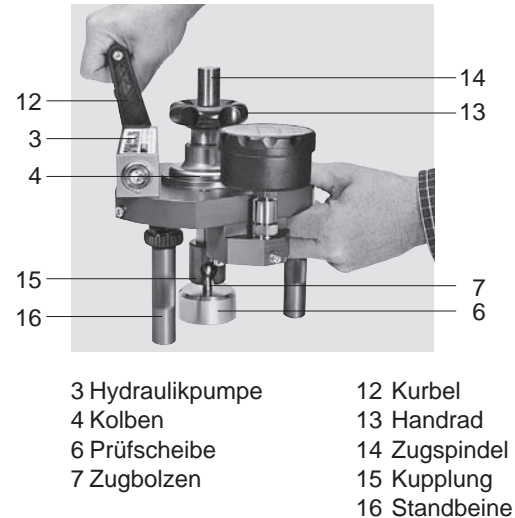

Fig. 5.3 Vorbereiten des Haftprüfgerätes
- Drehen Sie die Kurbel (12) im Gegenuhrzeigersinn in die Ausgangsposition zurück, bis ein leichter Widerstand entsteht (siehe Fig. 5.3).
- Drehen Sie die Kurbel (12) anschliessend eine Umdrehung im Uhrzeigersinn (zur Entlastung des Hydrauliksystems).
- Prüfen Sie, ob die Kupplung (15) richtig eingeschraubt ist (siehe Fig. 5.3).
- Fixieren Sie die Standbeine (16) in der Grundstellung.